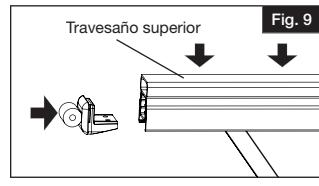
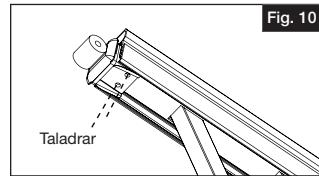

Fig. 9
Fig. 10
Colocar el bloque de soporte en su lugar debajo del barandal (Fig. 9)
Fijar los bloques de soporte a la superficie de montaje usando los tornillos de 1 1/2" provistos y presione la cubierta en su lugar con los tapones de plástico (Fig. 10).
- a. Medir la longitud del tramo de barandal y cortar el travesaño superior (que se vende por separado) según corresponda. Presionar sobre el travesaño superior para comprobar que encaje perfectamente en el tramo (Fig. 9).
- b. Alinear el soporte superior de la escalera con el extremo del travesaño solo en la parte superior de las escaleras (Fig. 9). Usando los orificios a modo de guía, taladrar a través del barandal con una broca de $1/8"$, teniendo cuidado de no perforar a través de la parte superior del travesaño superior. Hacer esto únicamente en la parte superior de las escaleras (Fig. 10).